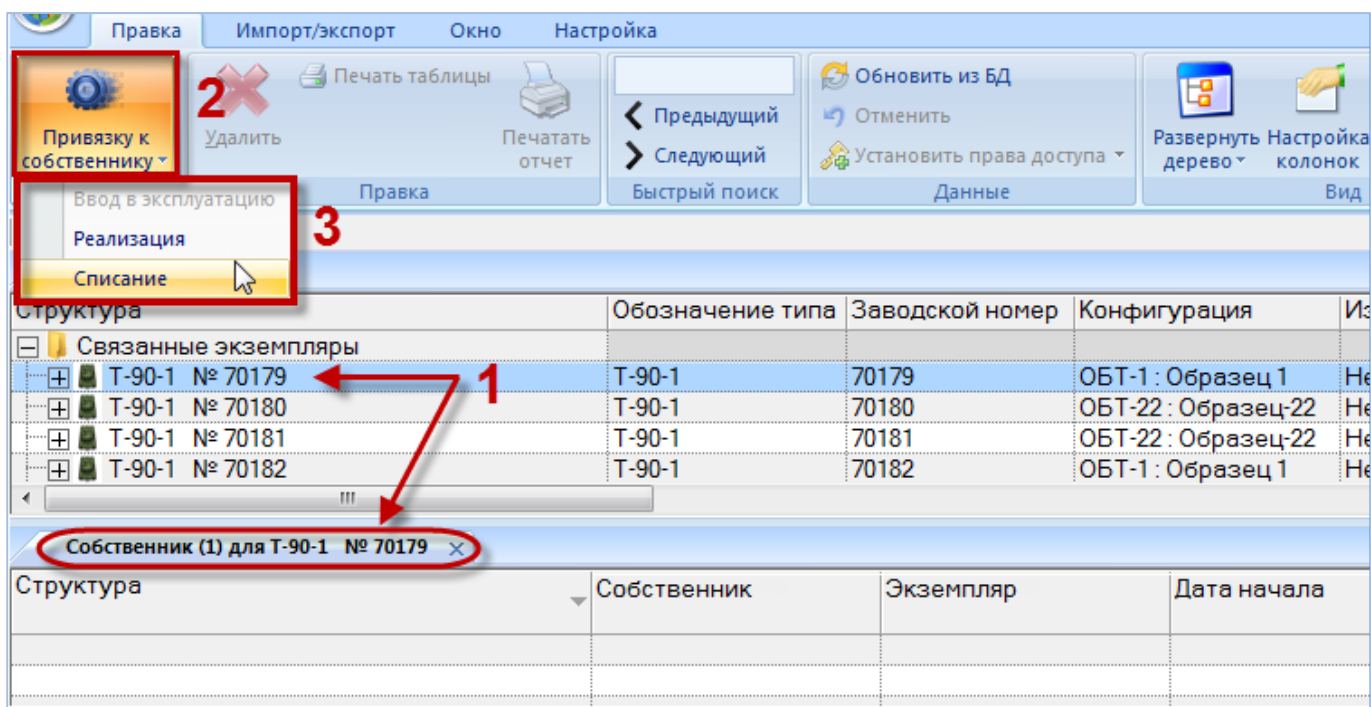

Рис. 22-13 – Создание привязки к собственнику
3) Открывается окно связанных объектов «Собственник» для выбранного экземпляра ФИ (1 на рис. 22-13). Перейти в окно связанных объектов «Собственник», нажать кнопку «Привязку к собственнику» панели «Создать» и выбрать пункт «Списание» в открывшемся меню (2 и 3 на рис. 22-13). Если у экземпляра ФИ в данный момент есть собственник, то доступны пункты «Реализация» и «Списание».